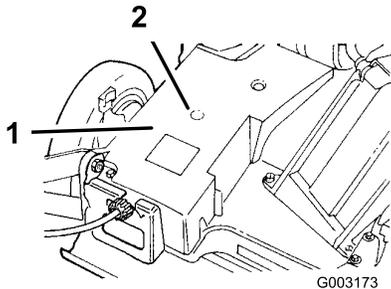

Figure 21
2. Raccordez une pompe à graisse au graisseur dans l'ouverture du couvercle de courroie (Figure 21).